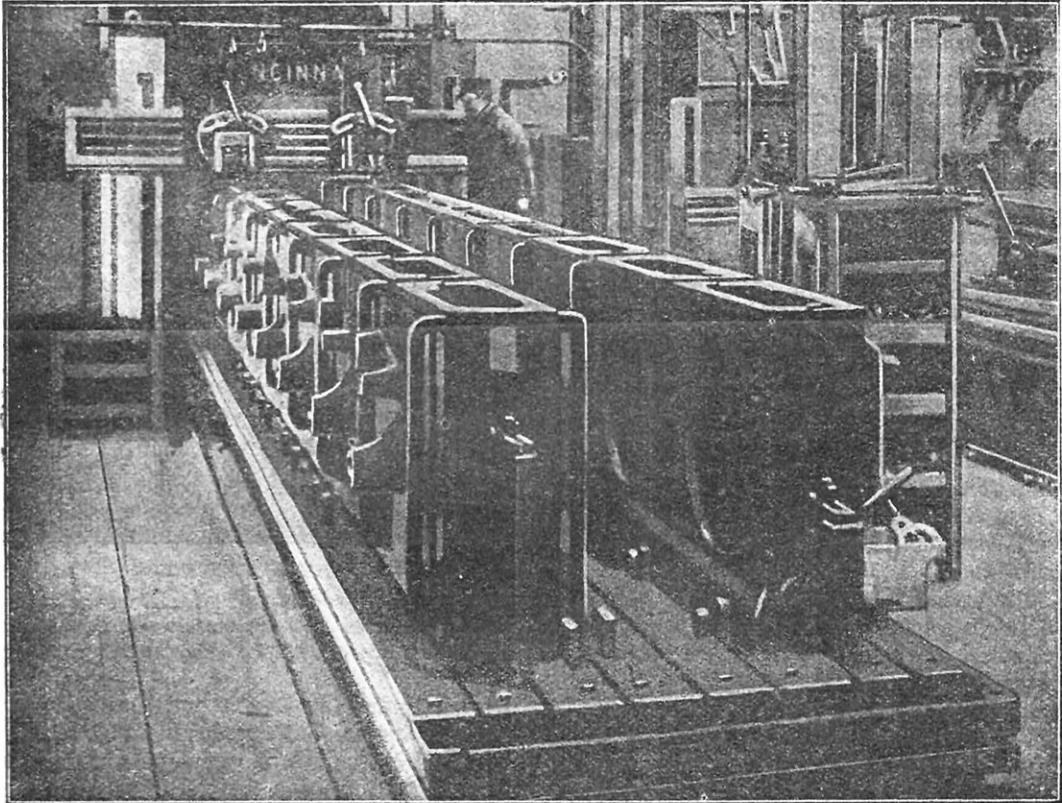

FIG. 14. — RABOTEUSE UTILISÉE DANS LA FABRICATION EN SÉRIE
*série* sont du type courant, mais de préférence à table de grandes dimensions. Les pièces à usiner sont placées sur plusieurs files parallèles ; on monte sur la traverse porte-outils un ou plusieurs outils identifiés, en face de chaque file. De cette façon, on exécute chaque opération d'usinage sur un très grand nombre de pièces à la fois (fig. 14).